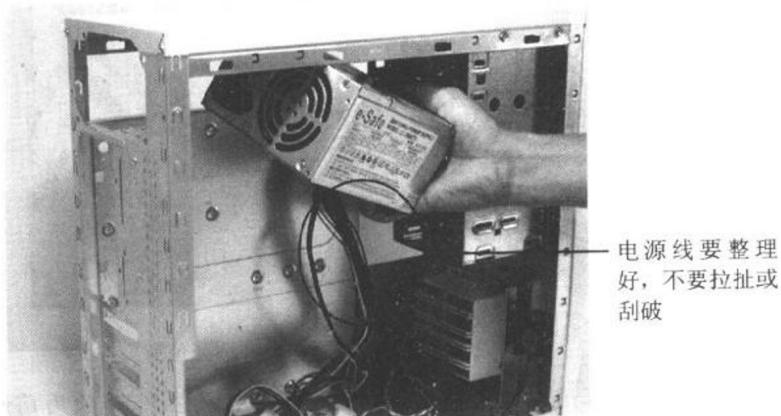
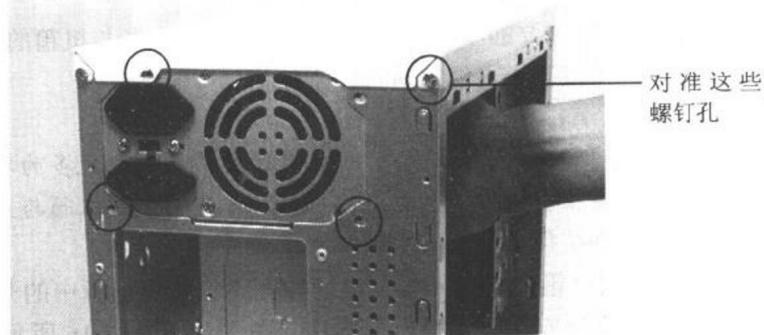

图 2-10 将电源放入机箱中
图 2-11 对准机箱与电源的螺钉孔
- (6) 将电源安装到机箱上，请将电源放置到适当位置，并将电源的线路拉到机箱主要位置，如图 2-10 和图 2-11 所示。